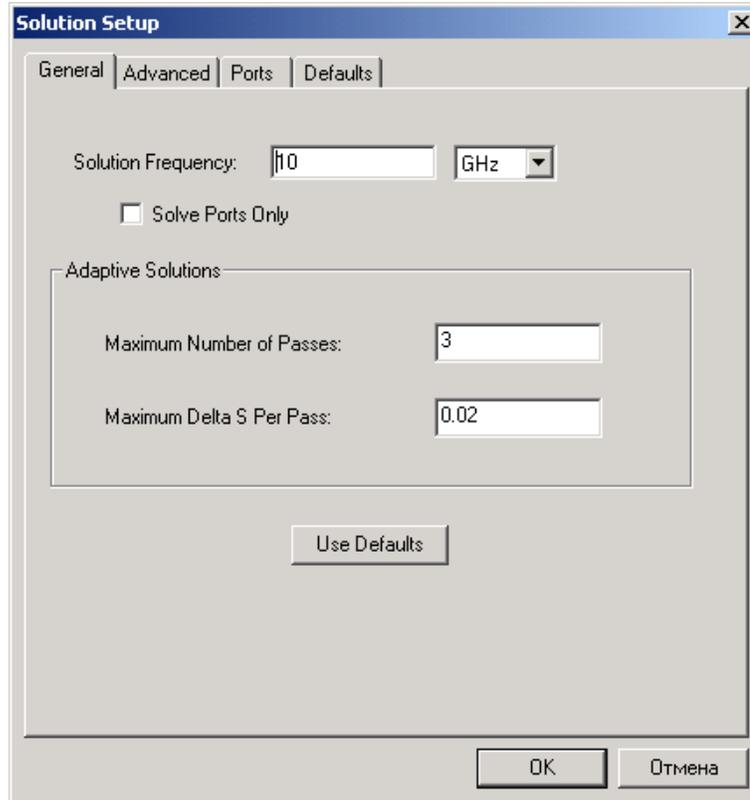

Рис. 7.33. Диалоговое окно установки решения
1. В дереве проекта, под узлом проекта TeeModel, щелкните правой кнопкой мыши **Analysis**, и затем нажмите **Add Solution Setup** в выплывающем меню. Появляется диалоговое окно Solution Setup (рис. 7.33).